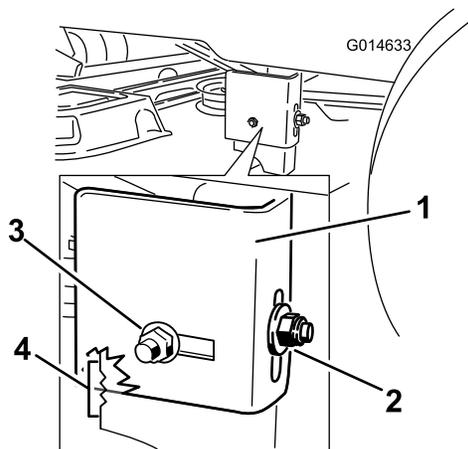

Figura 51
8. Allentate il dado di bloccaggio posteriore sul supporto di sospensione quanto basta per spostare il supporto (Figura 51).
10. Fermate il piatto di taglio nella posizione regolata e serrate il dado di bloccaggio posteriore sul supporto di sospensione per fissare la nuova posizione (Figura 51). Serrate il dado di bloccaggio laterale sul supporto di sospensione.